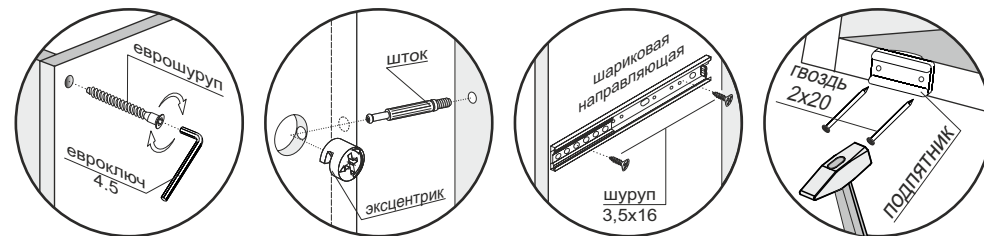

Рис.1
- Гвоздями 2x20 прибить подпятники к боковинам (1) и цоколям (6) (рис.1).
- К боковинам (1) и поперечине (5) крепить направляющие, используя шурупы 3,5x16 (рис.1).
- Соединить крышу (2), боковины (1), поперечины (4,5) и стяжки (3), с помощью еврошурупов, эксцентриков и шкантов (рис.1).
- Замерить диагонали секции (они должны быть равны: +/- 2мм). Прибить гвоздями 2x20 заднюю стенку, состоящую из ХДФ (7) (рис.1).